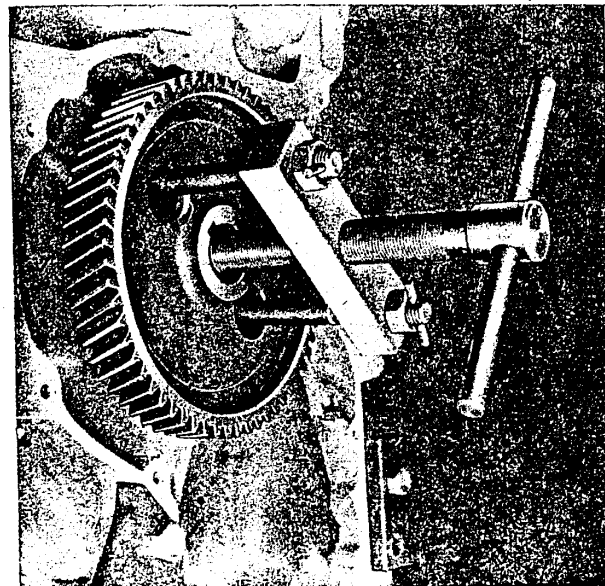

Bild M 18. Nockenwellenrad mit Abzieher Werkzeug Nr. 324.020-M 136 abziehen
5. Steuerräder blockieren, Befestigungsschraube für Nockenwellenrad abschrauben und Kurbelwellenrad abnehmen. Nockenwellenrad mit Abzieher Werkzeug Nr. 324.020 – M 136 abziehen (Bild M 18).